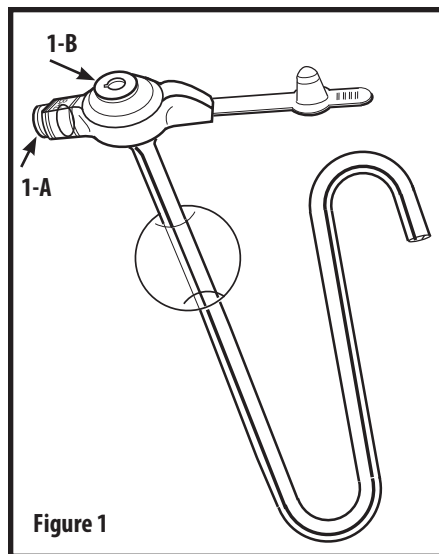

Figure 1
2. À l'aide de la seringue Luer-slip de 6 ml, contenue dans le kit, gonfler le ballonnet avec 5 ml d'eau stérile ou distillée à travers l'orifice du ballonnet (**Fig 1-B**).
4. À l'aide d'une seringue Luer-slip de 6 ml, rincer l'orifice jéjunale à l'eau (**Fig 1-B**) pour s'assurer de sa perméabilité.